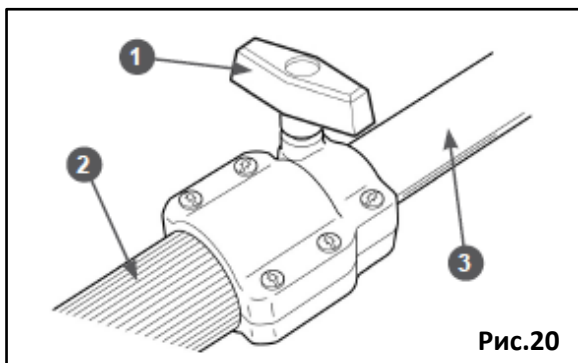

Рис.20
Для этого ослабьте затяжку зажимного винта (1), выдвиньте верхнюю штангу (3) на необходимую длину и снова затяните винт (1) (Рис. 20).